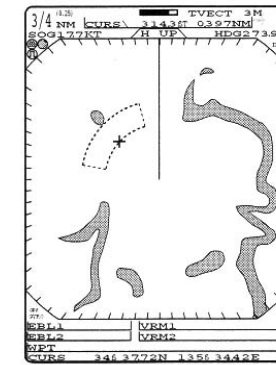

Рис.1
- (1) Нажимайте [+] / [-] для установки желаемой дальности.
- (2) Нажимайте кнопки [▲▼◀▶] для установки курсора в стартовую точку охранной зоны.
- (3) Нажмите и удерживайте кнопку [ALM] в течение 0.5 секунды для перехода в режим определения охранной зоны.
- Начальная зона будет отображена на дисплее (Рис.1).
- (4) Нажмите [◀▶] для изменения угла и [▲▼] для изменения дальности охранной зоны.
- (5) Нажмите [ALM] для подтверждения пределов охранной зоны и активизации функции сигнала тревоги.
- (6) Если объект заходит или выходит за пределы охранной зоны излучается сигнал тревоги.
- (7) Для отключения функции сигнала тревоги нажмите [ALM].
- (8) Для повторной активизации функции с той же охранной зоной нажмите [ALM].